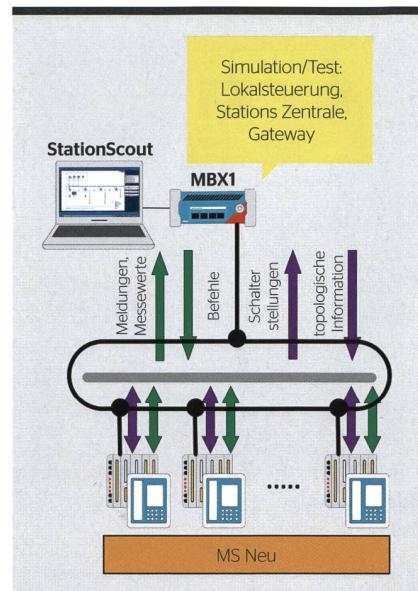

Bild 1 Prüfung der neuen MS-Anlage.
- Die neue Schaltanlagensektion wird zusammen mit den Kombigeräten im Unterwerk montiert und (noch ohne Einbindung in die Bestandsanlage) geprüft. Zuerst wird der Datenaustausch mit der bestehenden Sekundärtechnik mittels Simulation der betroffenen Komponenten (Gateway, Stationsverriegelung, ggf. andere Felder) mit einer modernen Prüflösung wie Omicron StationScout komplett vorgetestet (**Bild 1**). Basis dafür ist die SCD-Datei der erweiterten Stationsleittechnik, welche die angepassten Bestandskomponenten sowie die neuen Feldgeräte mit allen Signalen und Kommunikationsdiensten beschreibt.
Stationsverriegelung, ggf. andere Felder) mit einer modernen Prüflösung wie Omicron StationScout komplett vorgetestet (**Bild 1**). Basis dafür ist die SCD-Datei der erweiterten Stationsleittechnik, welche die angepassten Bestandskomponenten sowie die neuen Feldgeräte mit allen Signalen und Kommunikationsdiensten beschreibt.